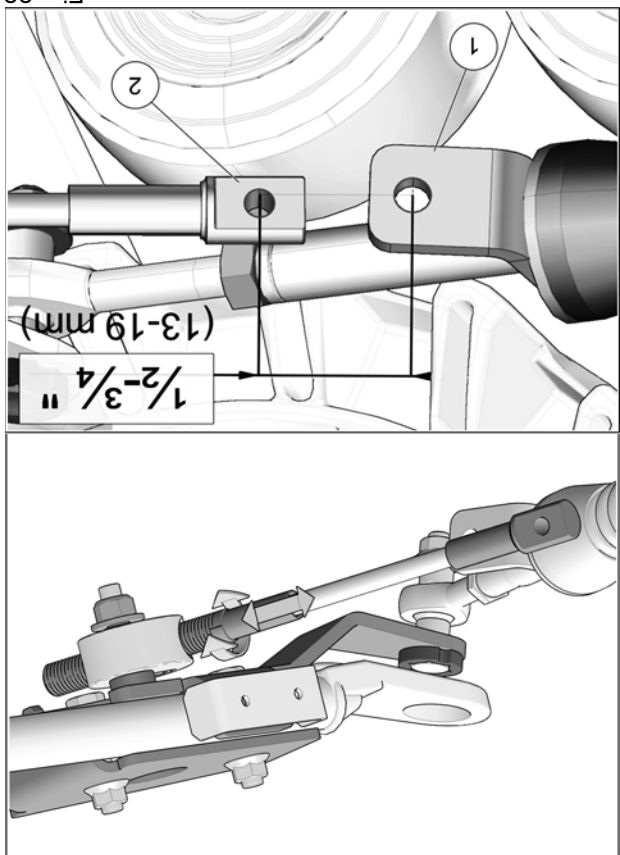

Fig. 22
12. Tourner le volant du véhicule au maximum de la course du côté gauche. En maintenant une pression au volant, ajuster le câble (en vissant ou dévissant pour ajuster la longueur) afin d'obtenir une distance de 13-19 mm [$\frac{1}{2}$ - $\frac{3}{4}$ po] du centre de l'extrémité du câble (1) au centre de l'extrémité du support de fixation (2). Voir la Fig. 22